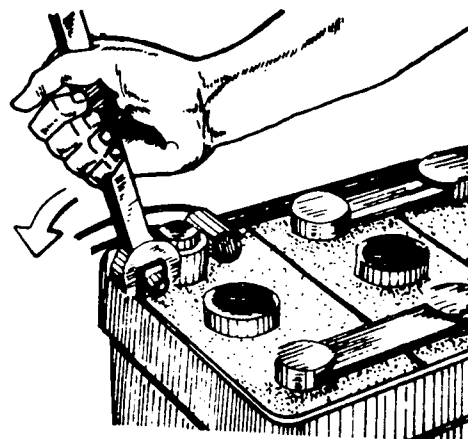

Fig. 1
- ___ c Afrouxe as porcas e os parafusos que fixam os terminais (fig. 1)